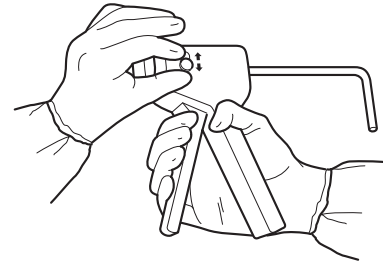

図2
- 速度セレクトを押戻してから、上下のいずれかに押して、希望する速度を選択します (図2)。セメント注入の設定を参照してください。